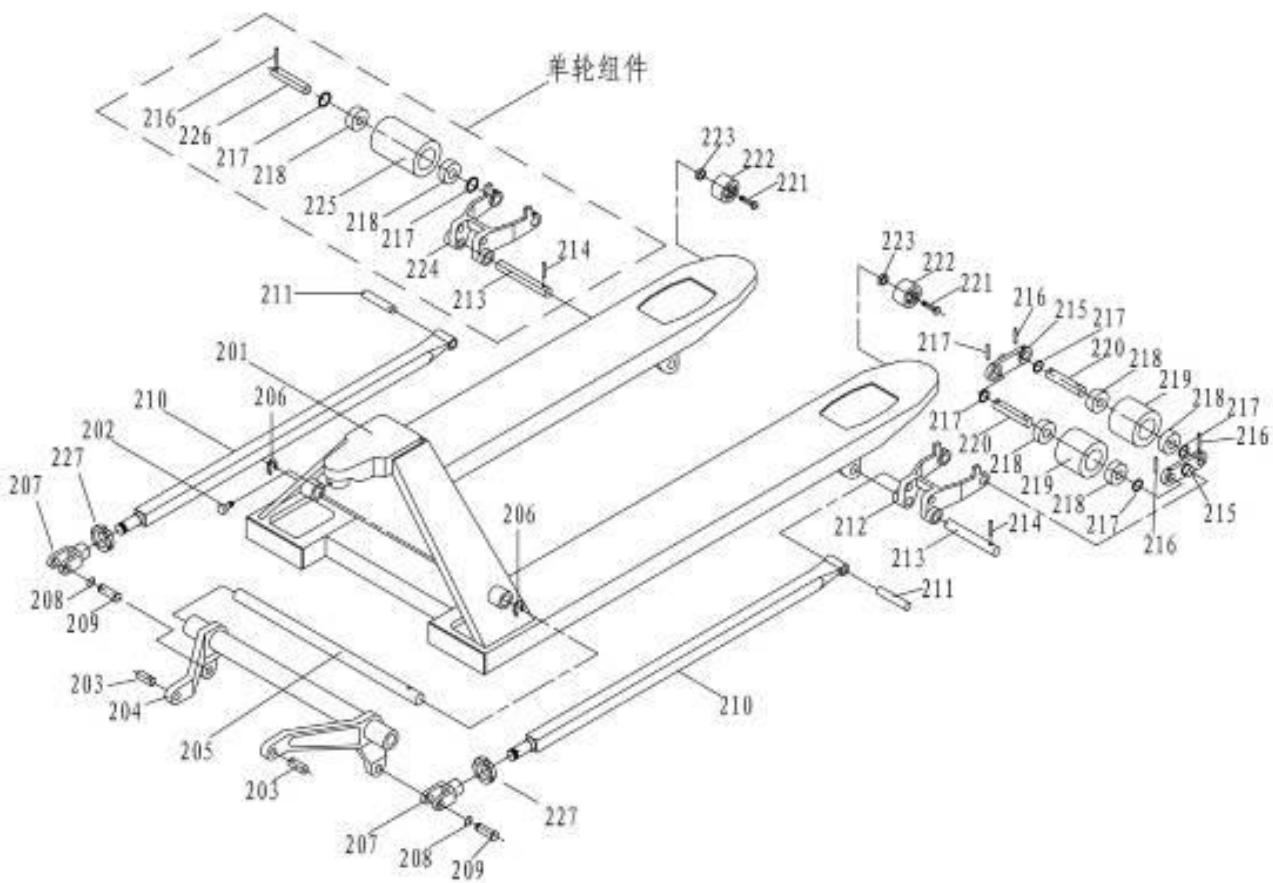

Рисунок 6. Взрыв-схема корпуса тележки для рулона ZT.
- Центр силы тяжести груза должен быть размещен между двух вилок. Неравномерная нагрузка вызовет опрокидывание тележки после разгрузки груза. См. рисунок 6.